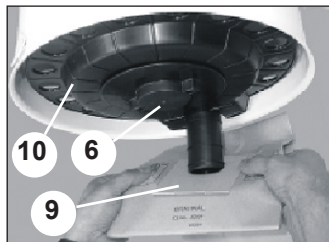

Bild 3
- Überprüfen Sie, ob sich der Staubsauger über den Niederspannungsanschluss [Bild 1; 8] der Zentraleinheit starten lässt, indem der Startstromkreis mit einem Metalldraht überbrückt wird [wie in Bild 3 gezeigt].